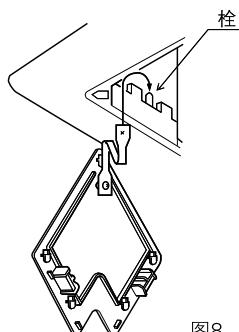

图8
(2) 对于机型KMR(d)-56Q,71Q,80Q,90Q,112Q,140Q还需把角盖安装到角上
① 如图8所示，把角盖的绳拴到装饰面板的栓上。